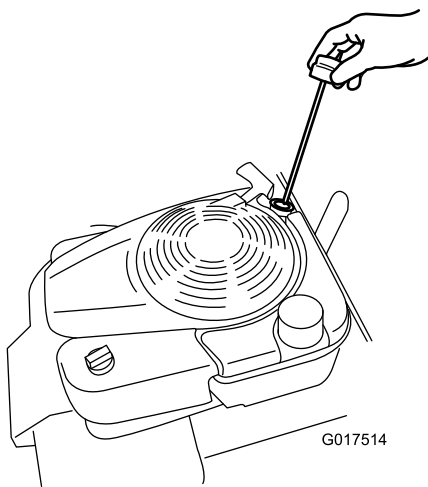

Figure 34
8. Retirez la jauge (Figure 34) et versez de l'huile dans le tube de remplissage pour remplir le carter moteur aux 3/4.